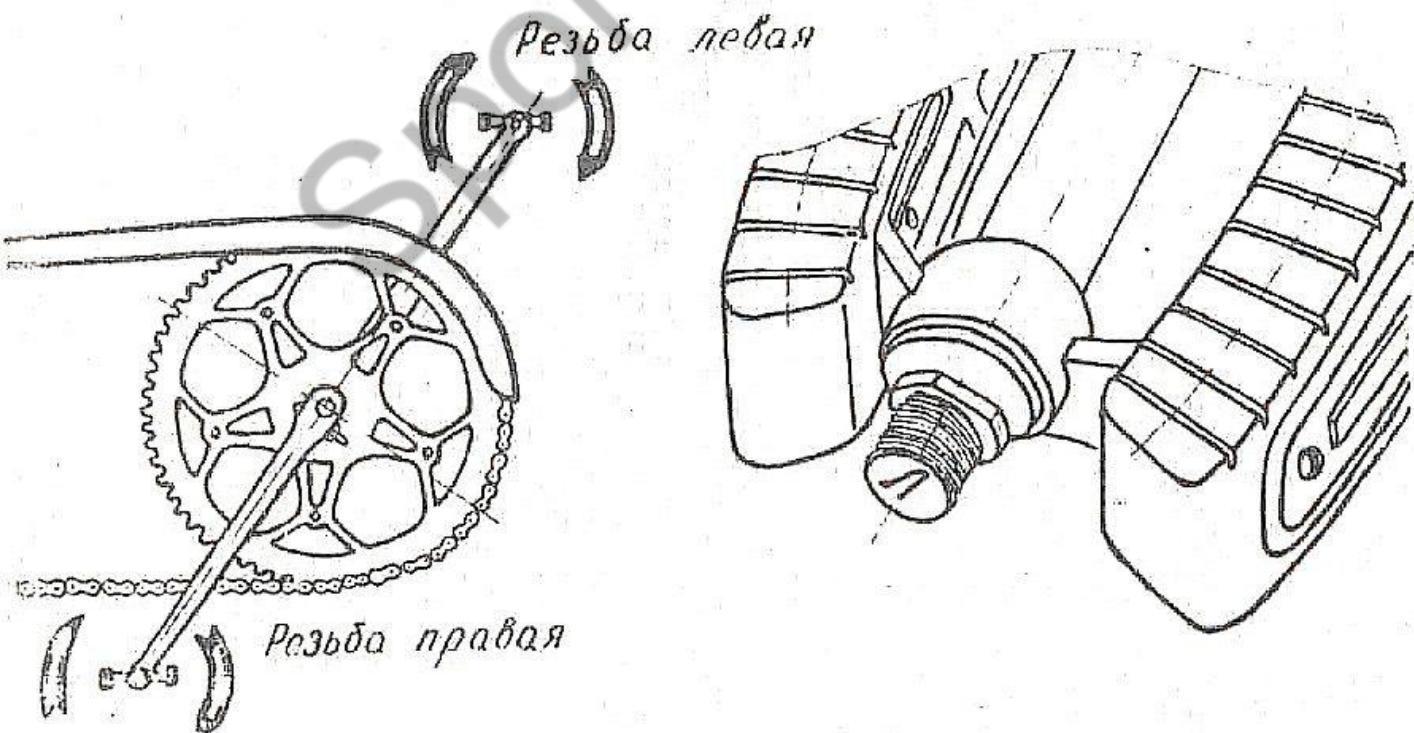

Рис. 3.
4.2. Установку педалей следует произвести согласно схеме (рис. 3). Ось правой педали имеет правую резьбу, ось левой педали левую резьбу. На торец левой педали нанесена буква «Л». Большой люфт или тугое вращение педали устраняется с помощью конуса. Для этого нужно: отвернуть колпачковую гайку, ослабить контргайку оси педали и вращением конуса отрегулировать вращение педали, затем надежно затянуть контргайку и завернуть колпачковую гайку.